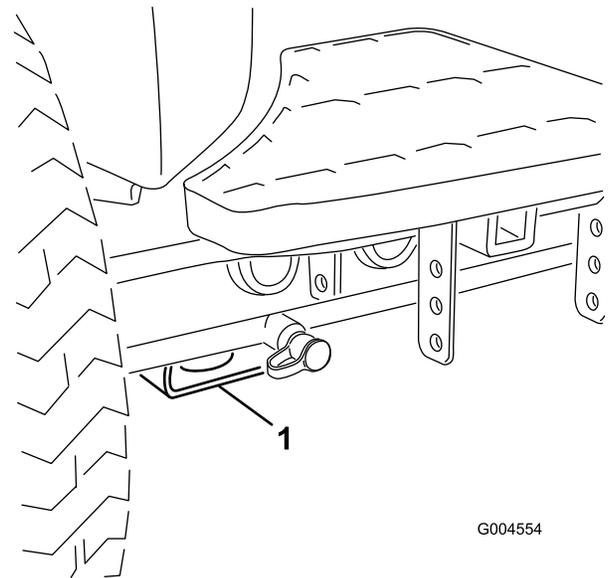

Figura 33
- Delantero – bloque rectangular, debajo del tubo del eje, al interior de cada rueda delantera (Figura 33)